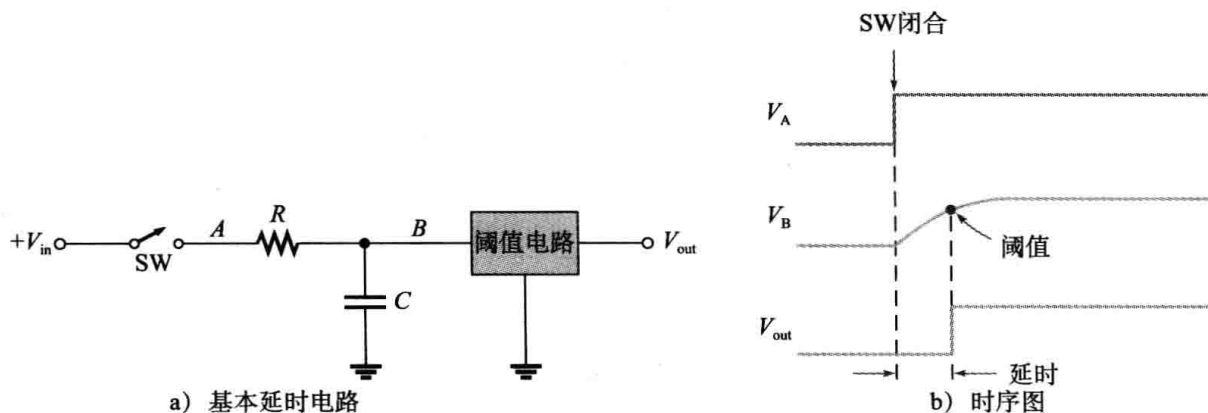

图 15-49 RC 积分器的基本延时应用
相关问题：对于 $V_{in}=24V$ 、 $R=10k\Omega$ 、 $C=1500pF$ ，求图 15-49 中电路的延时。
1. 试问在图 15-49 所示的电路中怎么才能增大延时？